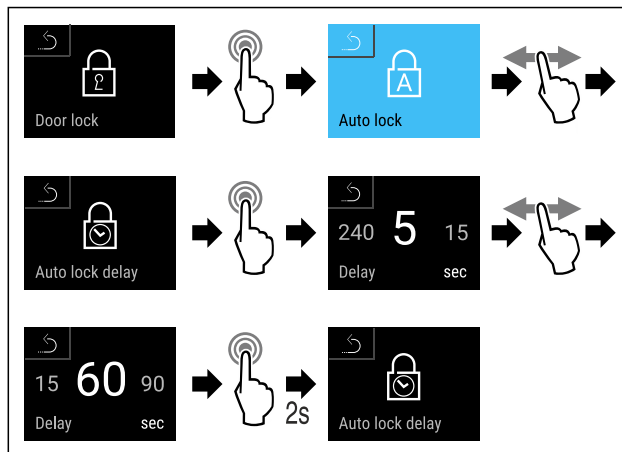

Fig. 82 È possibile impostare i valori seguenti: 5, 15, 60, 90, 120, 180 e 240 secondi
- ▶ Eseguire i passi (vedere Fig. 82).